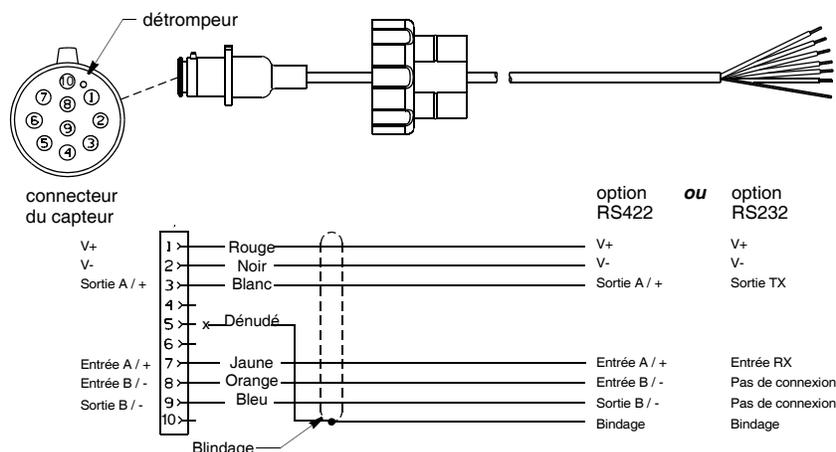

Figure 5. Câble du capteur NMEA 0183
Connectez directement le câble du capteur s'il n'est pas équipé d'un connecteur côté afficheur. En vous référant aux instructions du manuel fourni avec l'afficheur, connectez les fils selon leur couleur comme illustré en Figure 5.
ATTENTION: Votre capteur a soit une RS422 ou RS232. Vous devez suivre le schéma de câblage de la Figure 5 qui correspond à votre capteur. Si il est câblé pour la mauvaise interface, il ne sera pas transmettre et recevoir des données correctement.
2. Dénudez 60 mm (2-1/2") d'isolant extérieur et repliez le blindage de l'extrémité dénudée (voir Figure 5).